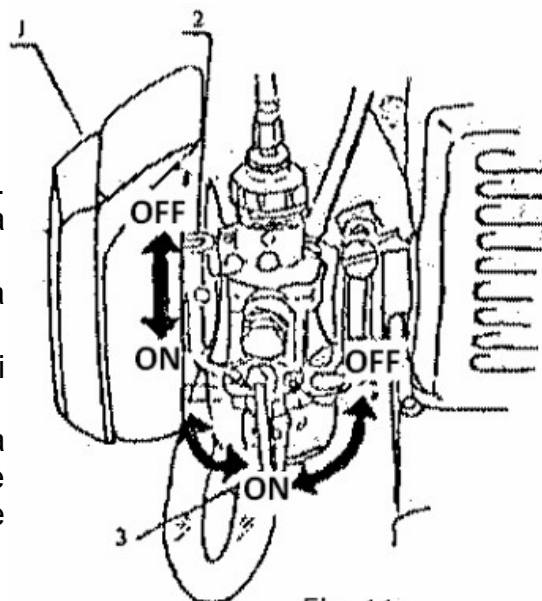

Fig. 11
- (1) Setati intrerupatorul in pozitia ON, conform Fig. 11.
- (2) Setati clapeta de combustibil in pozitia de mijloc.
- (3) Deschideti socul (a se vedea Fig. 11).
- (4) Trageti sfoara de pornire si lasati-o sa revina incet. Nu dati drumul la manerul sforii de pornire pentru a evita deteriorarea demarorului.
- (5) Inchideti socul si trageti sfoara de pornire pana cand porneste motorul.
- (6) Deschideti socul si, daca este necesar, reporniti motorul.
- (7) Lasati motorul sa functioneze la o turatie scazuta pentru 2-3 minute, pentru a se incalzi inainte de utilizare. Setati clapeta de combustibil in pozitia de lucru atunci cand pulverizati / stropiti.